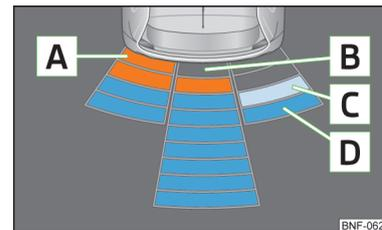

Fig. 88 Affichage sur le visuel du système optique d'aide au stationnement
Affichage à l'écran » fig. 88
- A** Un objet détecté dans la zone de collision est représenté par un segment de couleur orange » fig. 88.  **Ne poursuivez pas !**
> En touchant l'écran de l'appareil multifonction » fig. 88